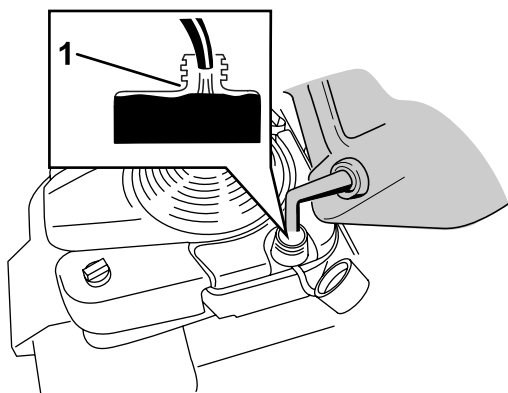

Рисунок 11
1. Очистите область вокруг крышки топливного бака и снимите ее (Рисунок 11).